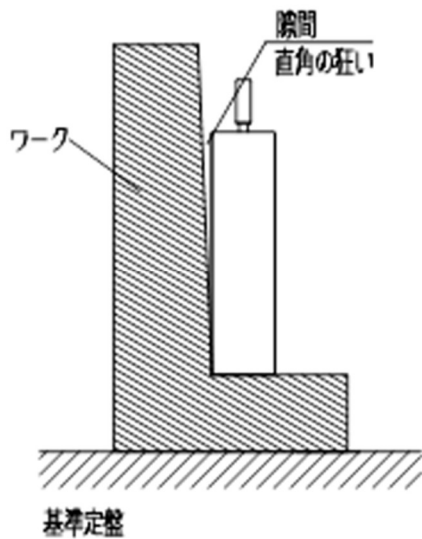
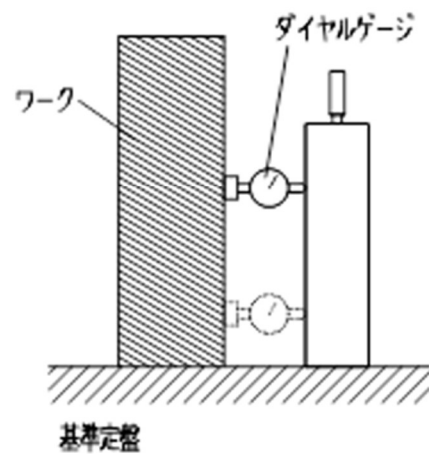

図 1
図 2
1) 隙間による測定 (図 1)
- ① スコヤーの底面を下にして、ワークに立てる。
- ② スコヤーの使用面をワークの測定面に当てる。
- ③ スコヤーとワークの間に光が通るかを目視で確認し、隙間の有無を判定する。
2) ダイヤルゲージによる測定 (図 2)
- ① スコヤーの底面を下にして、ワークの脇に立てる。
- ② ダイヤルゲージを取り付けたスタンドをワークに当てる。
- ③ 測定子をスコヤーに当て、ダイヤルゲージをゼロに合わせる。